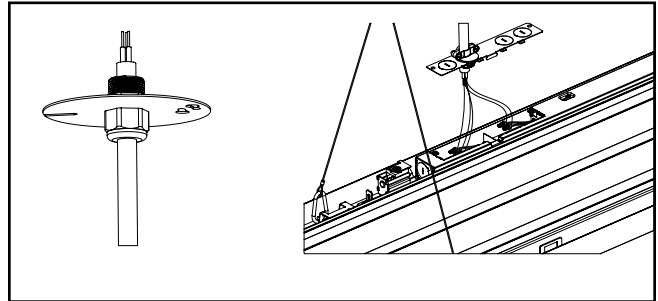

Figura 20.
9. Instale el cable en la cubierta redonda de la caja de conexiones, conecte el cable al techo y, luego, instale la cubierta redonda de la caja de conexiones al techo. Conecte los cables a la caja de conexiones de la luminaria: verde con verde (tierra), blanco con blanco (neutro) y negro con negro (vivo). También se suministran cables rosa y violeta para conectar a un atenuador de 0-10 V. Ver Figura 20.